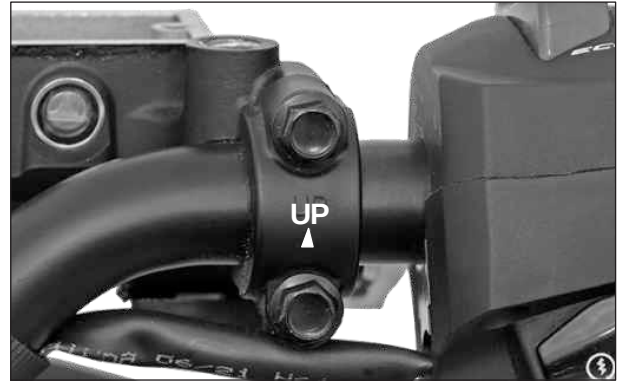

Fig. 6.48
- Monte el cilindro maestro ubicando el soporte con la flecha hacia arriba e instale los 2 tornillos. (Fig. 6.48)